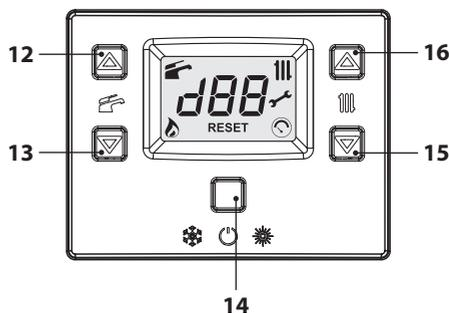
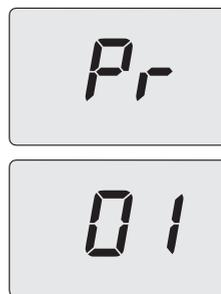
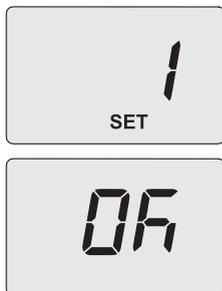

Figura 5.34
Figura 5.35
Figura 5.37
- Entrare in "modalità programmazione" premendo contemporaneamente per 10 secondi i tasti 14-15-16 (Figura 5.34) fino a far apparire sul display LCD le lettere **Pr** che si alternano al numero del parametro **01**, indicanti l'entrata nel "parametro 01" (Figura 5.35).
sul display corrisponde a valori decimali di coefficienti K). Sul display compare la scritta "SET" (Figura 5.37).
- Premendo il tasto 14 (Figura 5.34) si ottiene la conferma del valore inserito. Sul display appare per 3 sec. la scritta "Ok", per poi visualizzare la lista dei parametri (Figura 5.37).
- Per uscire, premere il tasto 14 (Figura 5.34) e togliere l'alimentazione elettrica.
Comunque se la temperatura ambiente non dovesse essere confortevole si può aumentare o diminuire la temperatura di mandata dell'impianto riscaldamento di $\pm 15^\circ\text{C}$ agendo sui tasti 15 (diminuzione) e 16 (aumento) (Figura 5.34).